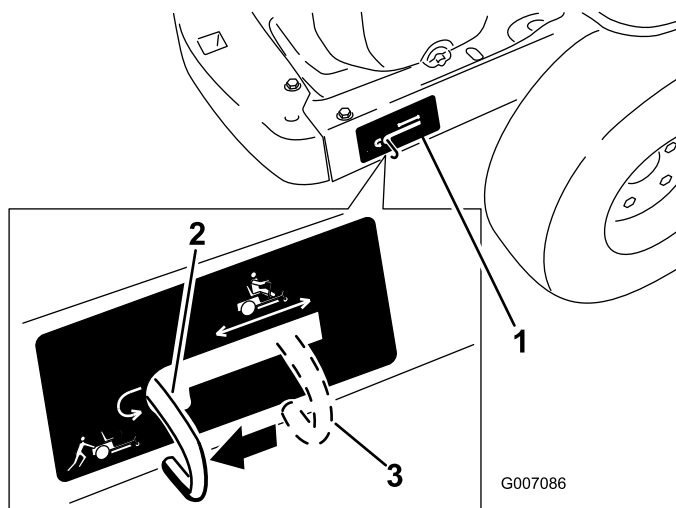

Figure 19
4. Déplacez les leviers de dérivation en arrière, puis abaissez-les pour les bloquer en place comme illustré à la Figure 19 et désengager les moteurs de roues. Répétez cette procédure de chaque côté de la machine.
Levez les leviers de dérivation et poussez-le en avant jusqu'au **centre** de la fente horizontale (Figure 19) pour engager les moteurs de roues.